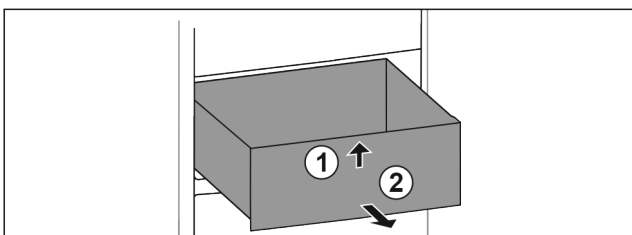

Fig. 61
- ▶ Schubfach vorne anheben. Fig. 61 (1)
- ▶ Schubfach nach vorne entnehmen. Fig. 61 (2)